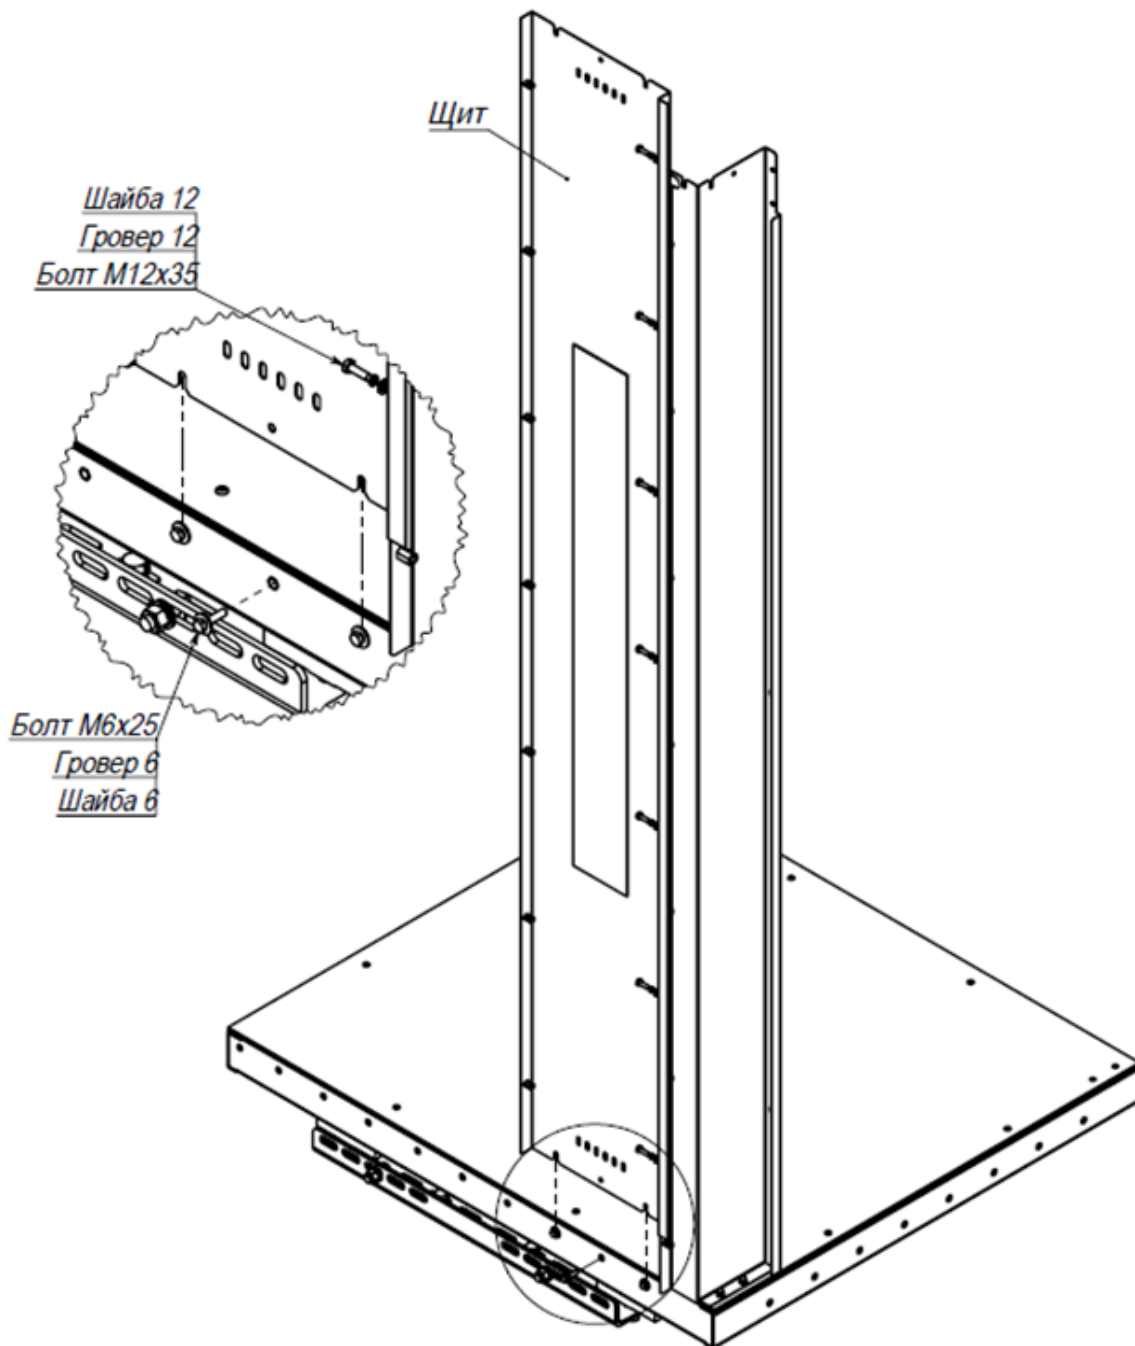

Рис.31 Начало сборки купе
7.4.5. Установить щит и прикрепить его к полу и стойке проема (рис. 31)